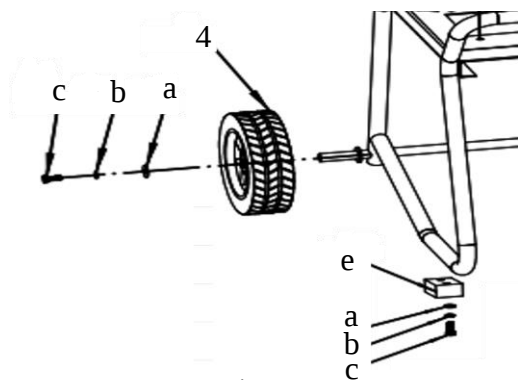

Fig. 2a
- Fissare le ruote all'asse della ruota utilizzando le rondelle piatte (a), le rondelle elastiche (b) e i bulloni esagonali (c) in dotazione. Fare riferimento alle Fig. 2a e 2b.
- Fissare i cuscinetti in gomma alla parte inferiore del telaio utilizzando le rondelle piatte (a), le rondelle elastiche (b) e i bulloni esagonali (c) in dotazione. Vedere le Fig. 2a e 2b.